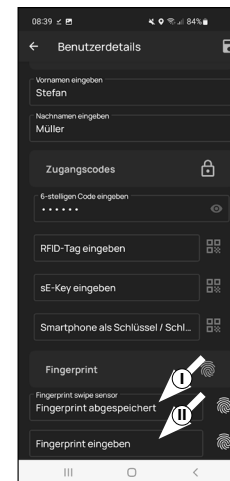

Fig. 16
6 Une fois qu'une empreinte digitale a été saisie, vous voyez apparaître dans le champ correspondant de l'entrée « Empreinte digitale enregistrée » (Fig. 16).
7 De plus, se trouve au-dessous un nouveau champ vide pour une autre empreinte digitale (II) (Fig. 16). Si vous le souhaitez, vous pouvez enregistrer ici une empreinte digitale complémentaire. Pour ce faire, suivez de nouveau les étapes de ce chapitre.